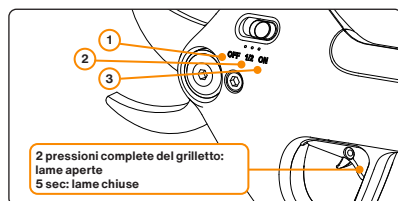

Figura 4: I diversi stadi dell'interruttore di alimentazione e dell'apertura della lama.
- Dopo aver premuto il grilletto, la posizione di ritorno è impostata tramite il posizionamento dell'interruttore. Vedere figura 4.